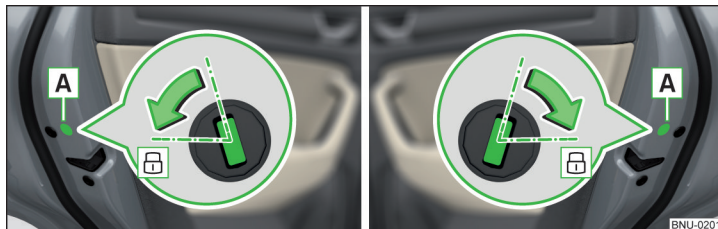

Fig. 345 Puerta izquierda / puerta derecha
- En vehículos con la visera [A], eliminar esta visera » fig. 345.